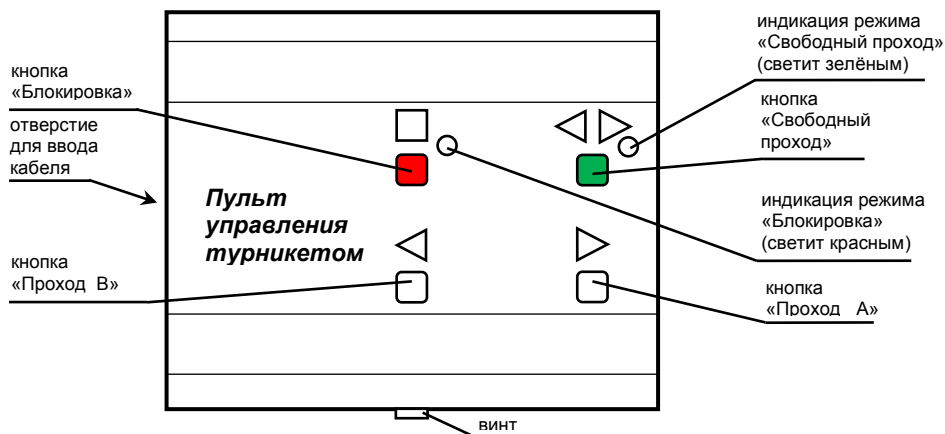

Рис.3 Пульт управления турникетом
Пульт управления турникетом (рис.3) предназначен для ручного дистанционного управления турникетом.
- подключите кабель пульта управления к клеммнику Х4 платы управления турникетом и к клеммнику пульта (выкрутите винт – рис.3, снимите крышку, на крышке пульта расположена плата с клеммником, проденьте кабель в отверстие, подключите кабель согласно схеме подключения – рис.8, зафиксируйте кабель хомутом, соберите пульт);
- в режиме «Ожидания» нажмите на кнопку «▶» («Проход А») (рис.3). На индикаторе состояния засветится зелёная стрелка – разрешен однократный проход, проверните планки по направлению стрелки. После проворота засветится красный крестик – турникет снова в режиме «Ожидания»;